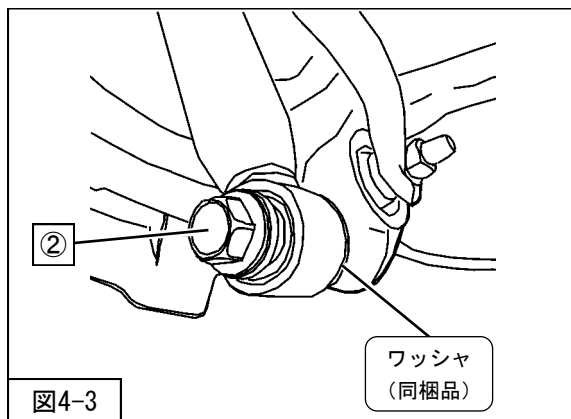

図4-3
5. ワッシャ (同梱品) をリアショックアブソーバASSYロア取付部とリアショックアブソーバASSYダンパーブッシュとの間に挿入し、リアショックアブソーバASSY (同梱品) ②リアショックアブソーバASSYロア取付ボルトを仮付けしてください。(図4-3・4-4)